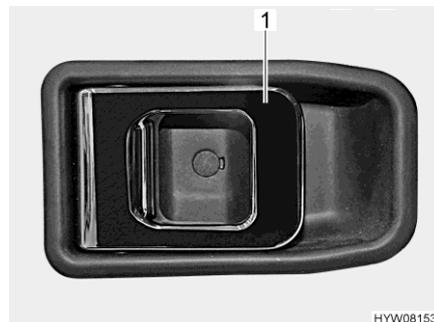

Bild 37 Tüschloss (Fahrertür/Wohnraumtür innen)
- Am Griff (Bild 37,1) ziehen. Das Tüschloss wird entriegelt bzw. geöffnet.
- Den Griff (Bild 37,1) drücken. Das Tüschloss wird verriegelt.